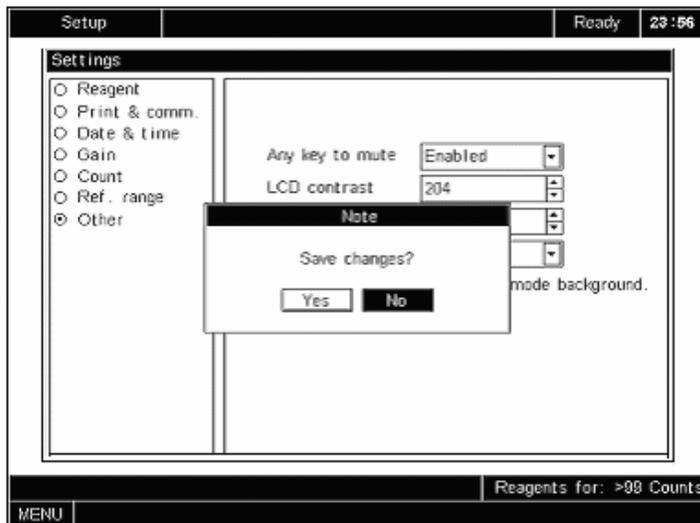

Рисунок 5-34 Сохранение изменений
2. Нажать [MENU] и появится сообщение, которое предложит Вам сохранить настройки, как показано на рис. 5-34. Нажмите “Yes”, чтобы сохранить изменения и выйти в системное меню; или нажмите “No”, чтобы выйти в системное меню без сохранения.